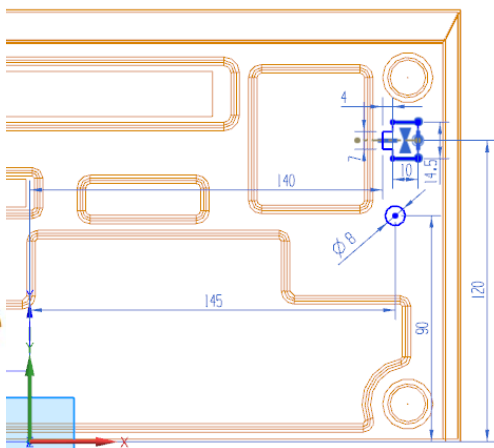

图 8-77 绘制草图
(3) 绘制如图 8-77 所示的裁剪轮廓。单击“完成”图标，草图绘制完毕。